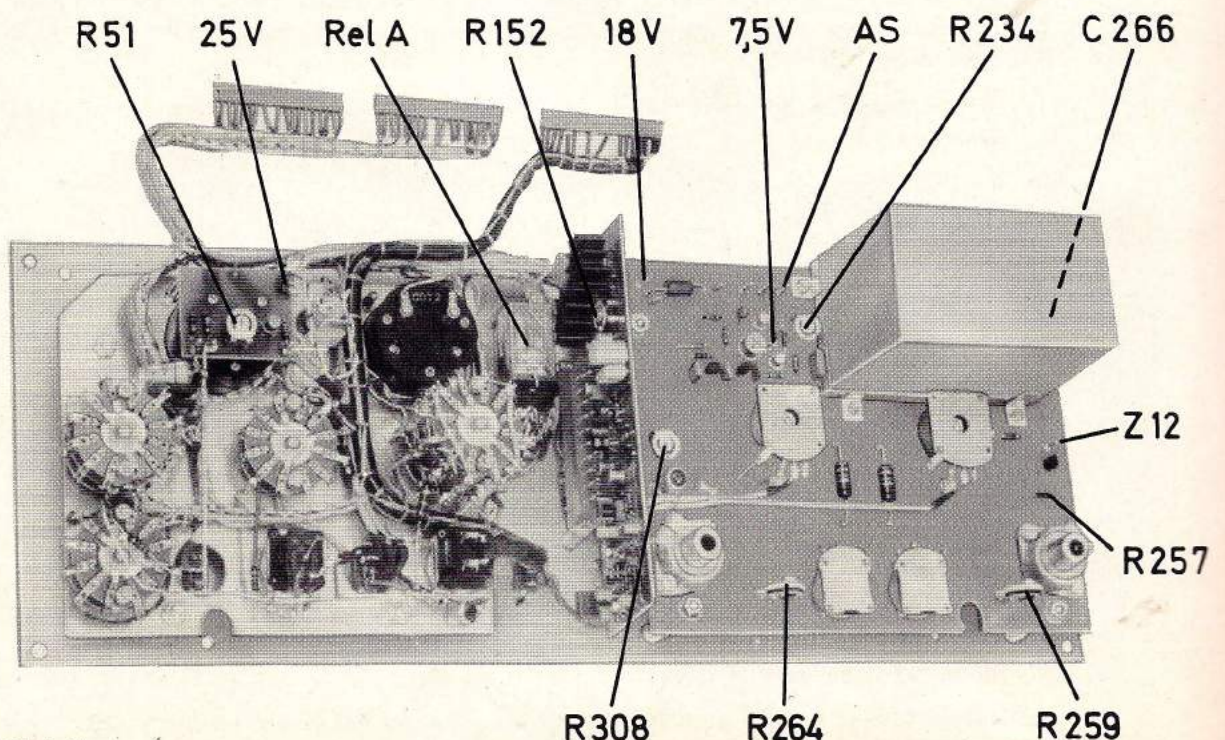

Bild 8
3. 12V am Gate von T65 (Lötstift Z12, Bild 8). Versorgt Diodenabstimmung. Funktionskontrolle: 3 - 4 V über R257 (Bild 8). Abstimmspannung (Lötstift AS, Bild 8) bei 144 MHz = ca. 4,5V; bei 146 MHz = ca. 11,4V (Für diese Messung ist Röhren- oder Transistor-Voltmeter mit Eingangswiderstand von größer 10 M Ohm erforderlich !).
4. 7,5V am Emitter von T61 (Lötstift 7,5V, Bild 8). Versorgt Vfo.
7. Mit dem Keramik-Trimpotentiometer R264 bzw. R259 (Bild 8) das 144,2 MHz Signal mit dem entsprechenden Skaleneichstrich zur Deckung bringen.
Der FM-Hub ist auf ca. 5 KHz eingestellt. Er kann mit dem Trimm-Potentiometer R234 (Bild 8) verändert werden.
Sollte das dB-Meter ohne Signal (jedoch mit 60 Ohm Abschlußwiderstand in der Antennenbuchse) nicht auf "0" zurückgehen, oder schwache Signale nicht angezeigt werden, kann das dB-Meter mit dem Trimm-Potentiometer R51 (Bild 8) wieder auf Null eingestellt werden.